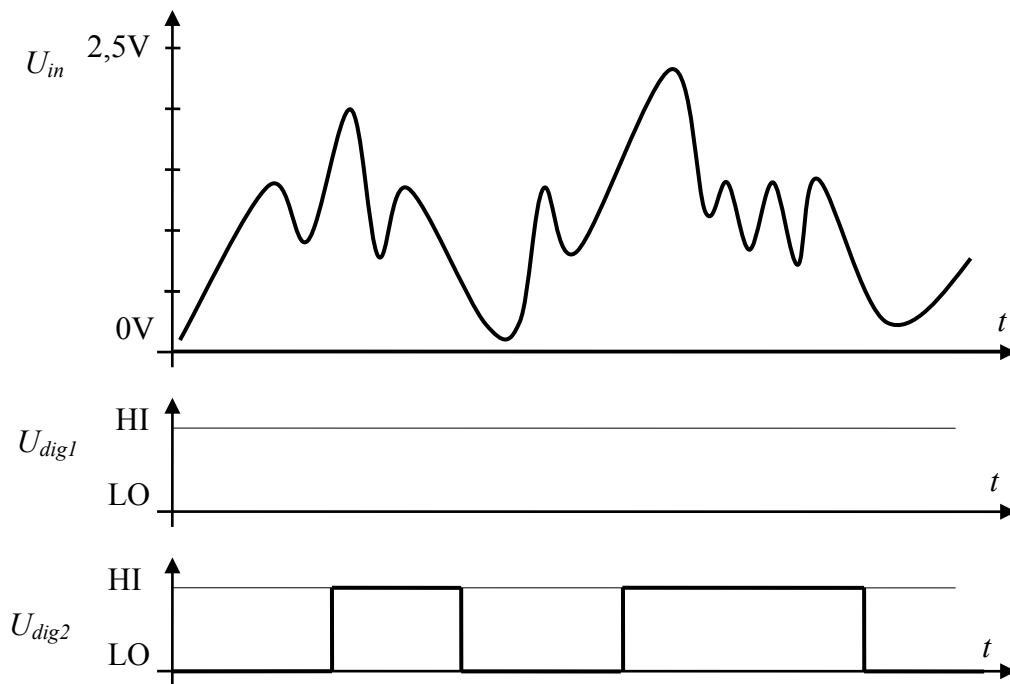

Abbildung 2.1
In Abbildung 2.1 ist ein analoger Spannungsverlauf  $U_{in}$  gegeben.
- (a) Dieses Signal  $U_{in}$  wird an den Eingang eines digitalen Gatters mit Schwellwert  $U_{th} = 1,25\text{V}$  (ohne Hysterese) gelegt. Ergänzen Sie in Abbildung 2.1 den Spannungsverlauf  $U_{dig1}$  nach der Digitalisierung!